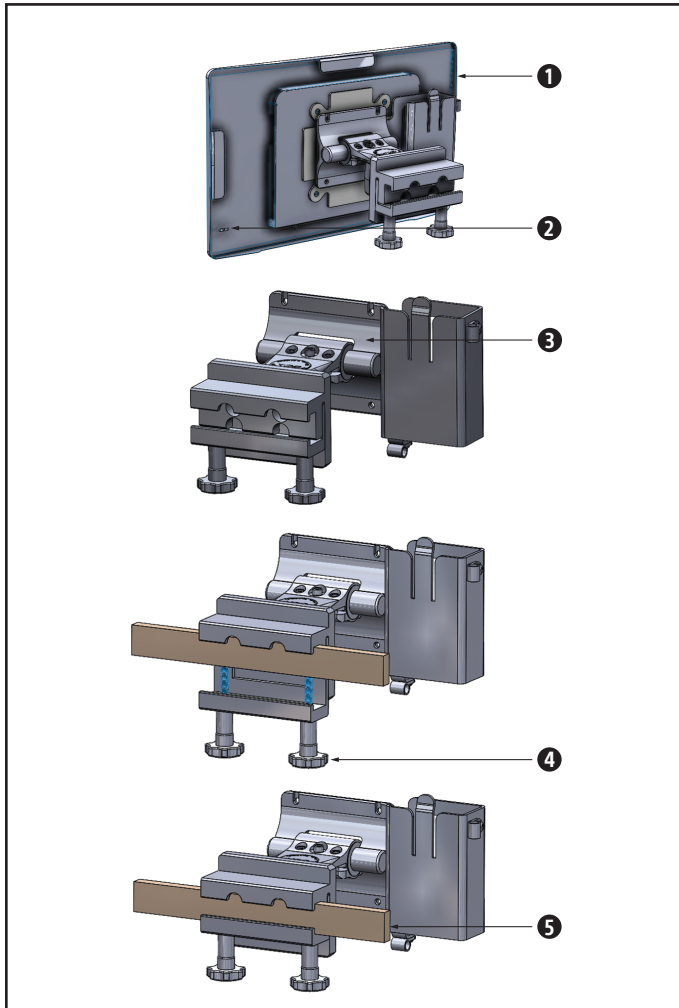

Figura 94. Soporte de pantalla de control de mesa
2. Si el TSC no se enciende automáticamente o se apaga sin darse cuenta, utilice el botón de encendido que se encuentra en la parte posterior del monitor de pantalla táctil del TSC Figura 94 [2].
3. Si el TSC no se apaga automáticamente o se enciende accidentalmente, utilice el botón de encendido para apagarlo. Figura 94 [2].
1. Afloje las perillas [4] situadas debajo del conjunto del soporte [3] hasta que la abertura de la abrazadera sea lo suficientemente grande como para encajar en la barandilla de la mesa del paciente [5] (las indicaciones se refieren a la figura 94).